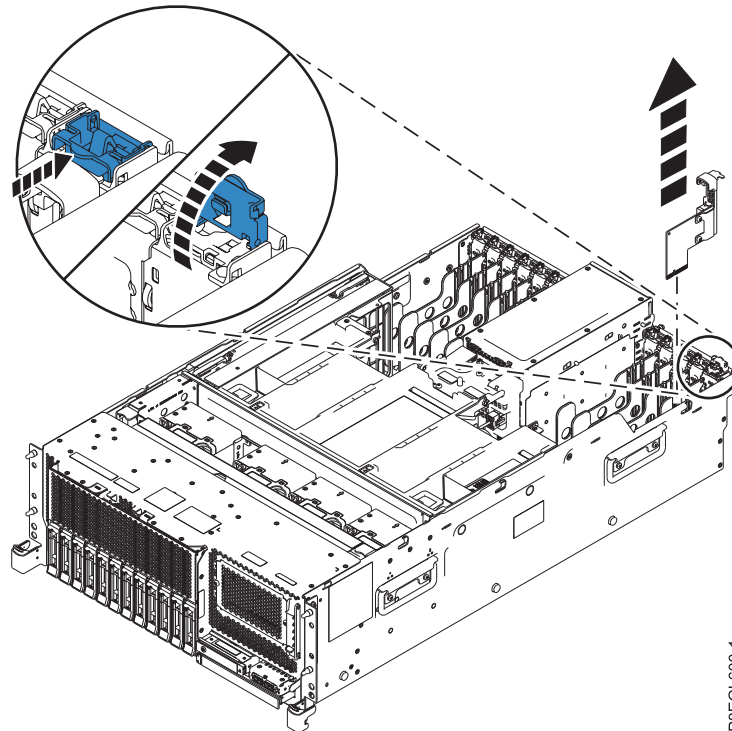
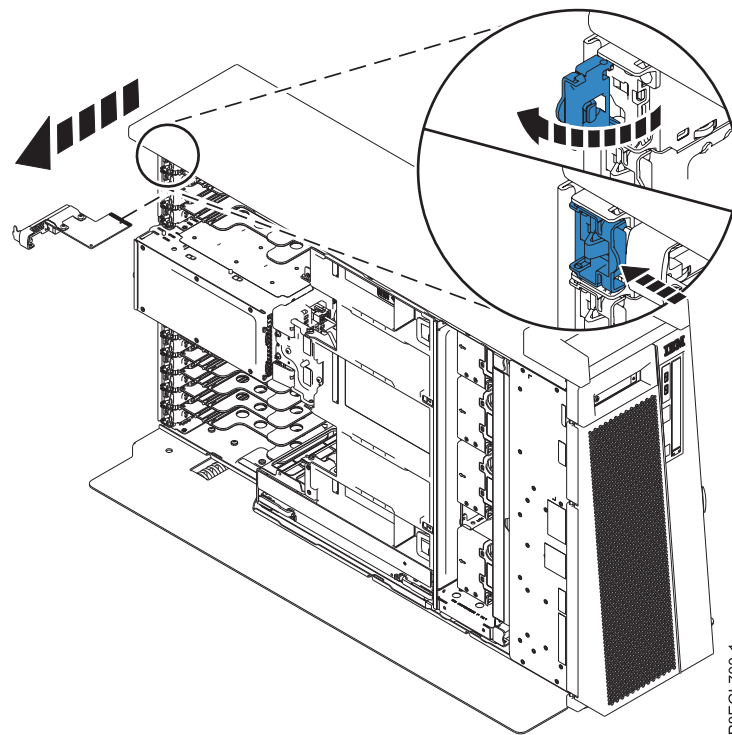

Figura 1. Extracció de la targeta d'E/S del sistema d'un sistema muntat en bastidor
Figura 2. Extracció de la targeta d'E/S del sistema d'un sistema autònom
2. Desbloquegeu el pestell blau pressionant el clip del pestell i, a continuació, aixequen el pestell de bloqueig de color blau en la direcció que es mostra a la Figura 1 a la pàgina 5 i a la Figura 2 a la pàgina 5. Amb aquesta acció es desbloqueja la targeta d'E/S del sistema de la ranura de la placa posterior del sistema.